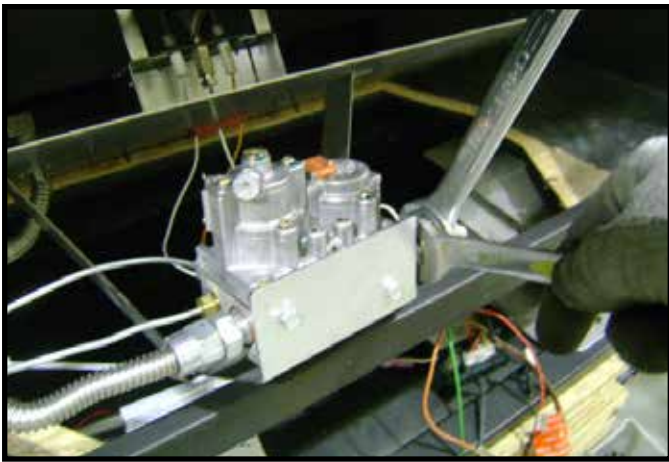

Figure 11.4. Déconnecter la vanne de gaz
3. Placez le support de vanne sur la lèvres avant du bas de la boîte à feu. Tournez à « OFF » le robinet à bille. Débranchez la vanne de gaz de l'ensemble de robinet à bille flexible au raccord à pression. Voir la figure 11.4.